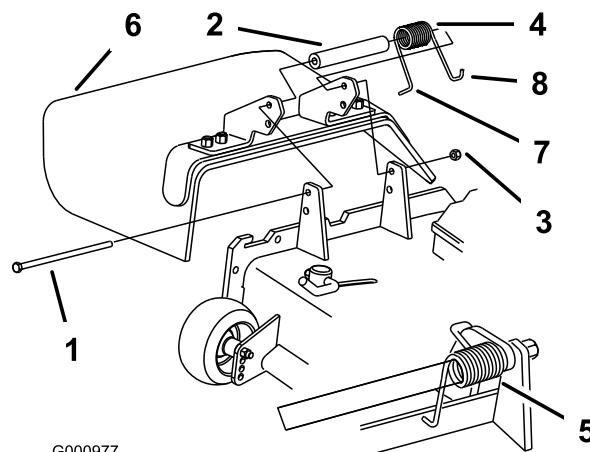

Figura 36
1. Retire la contratuerca, el perno, el muelle y el espaciador que sujetan el deflector a los soportes de pivote (Figura 36). Retire el deflector de hierba dañado o desgastado.
**Nota:** Asegúrese de colocar el extremo en **L** del muelle detrás del reborde de la carcasa antes de instalar el perno, según se muestra en Figura 36.
3. Instale el perno y la tuerca. Coloque el extremo en **J** del muelle alrededor del deflector de hierba (Figura 36).